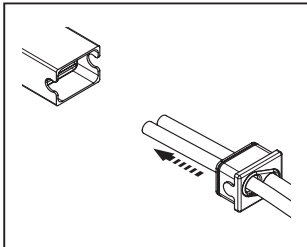

Рисунок 3: Уплотнительная крышка и кабели
3. Проденьте два кабеля через специальные отверстия в уплотнительной крышке (Рисунок 3).